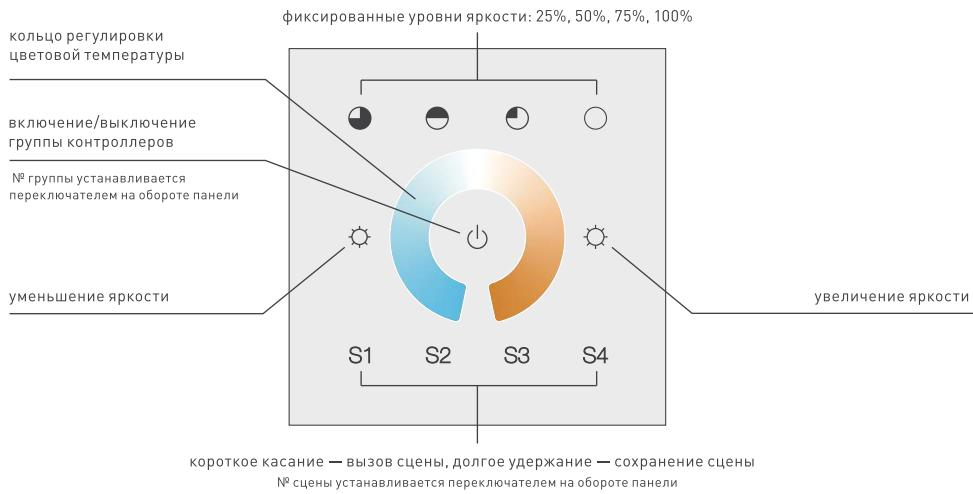

Рисунок 4. Назначение сенсорных кнопок.
- 3.11. Проверьте управление с панели [рисунок 4].